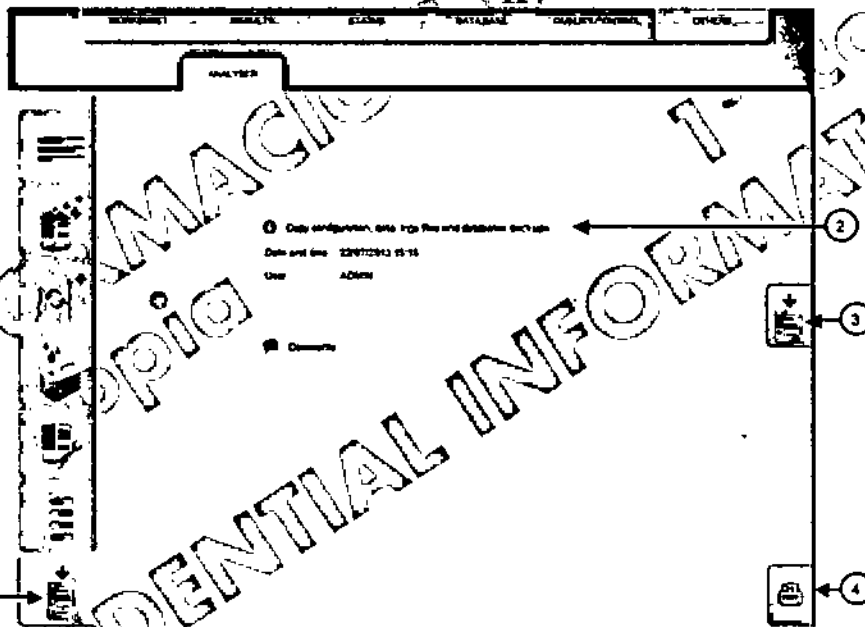

Figura 66: Pestaña Copia de seguridad
Use la pestaña Copia de seguridad (Figura 66) para ver información sobre las copias de seguridad anteriores y para hacer una copia de seguridad de la siguiente información almacenada en el equipo *Erytra*®:
1. Vaya a la pantalla **Otros-Analizador** y seleccione la pestaña **Copia de seguridad** (Figura 66: Pestaña Copia de seguridad, n.º 1). Para obtener más información, vea el apartado 11.1, "Pestaña Copia de seguridad".
2. Haga clic en el botón **Iniciar Copia de seguridad** (Figura 66, n.º 3).